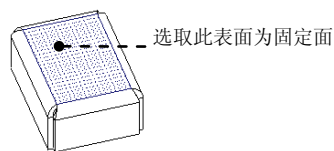

图 11.4.5 选取固定面
Step4. 选取固定面(边)。在系统 **选取当展平/折弯回去时保持固定的平面或边** 的提示下, 选取图 11.4.5 所示的表面为固定面。